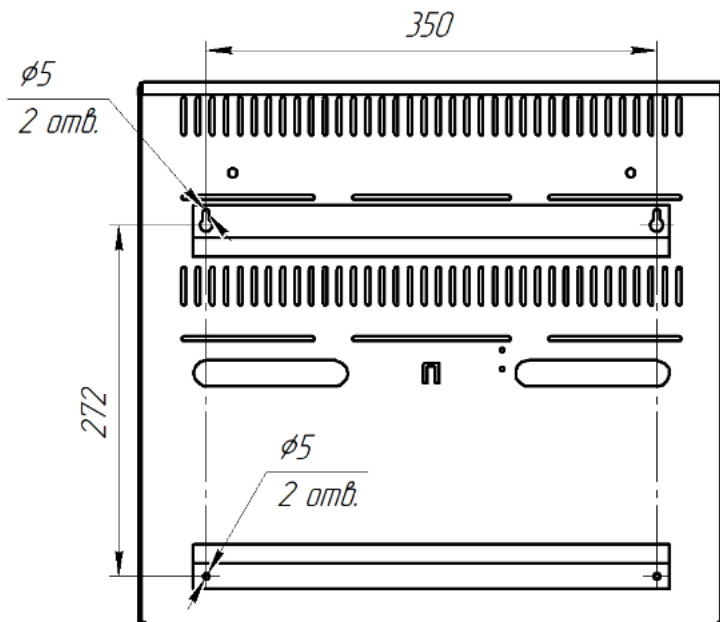

Рисунок 3 – Вид изделия сзади
- Определить место установки и произвести разметку крепления корпуса изделия к стене (см. рисунок 3).